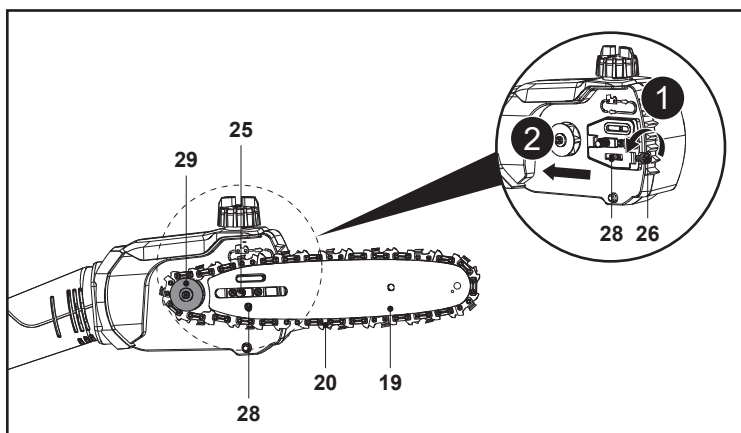

Fig. 7
5. Aligner l'ensemble composé de la chaîne (20) et du guide-chaîne (19) sur le pignon d'entraînement (29) et le boulon de fixation (25). Étendre la chaîne (20) autour du pignon d'entraînement (29), puis abaisser le guide-chaîne (19) pour l'installer sur le boulon de fixation (25) (Fig. 7).
6. S'assurer que la goupille de tension (28) est insérée dans le trou inférieur du guide-chaîne (19). Utiliser l'outil multifonction (31) pour serrer ou desserrer la vis de tension (26) afin d'ajuster la position de la vis de tension (28) si nécessaire.